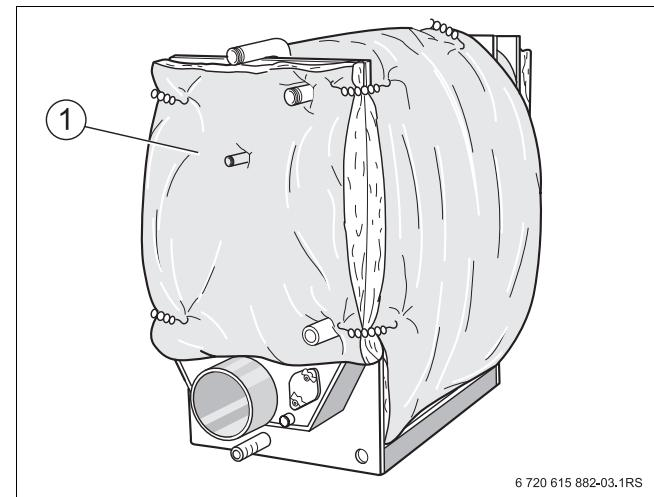

Рис. 6 Крепление теплоизоляции задней стенки
- ▶ Уложите теплоизоляцию [1] на заднюю стенку котла, учитывая вырезы на ней, и закрепите справа и слева 2 пружинными стяжками к теплоизоляции корпуса (→ рис. 6).